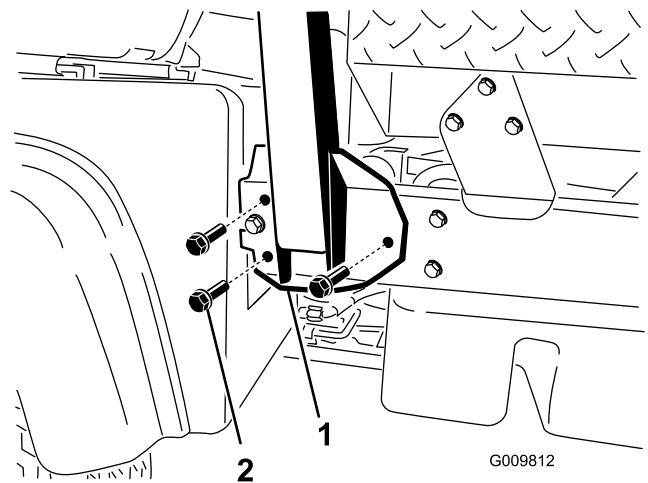

Figura 6
2. Allineate ciascun lato del ROPS con i fori di montaggio su ciascun lato del telaio della macchina (Figura 6).
3. Fissate ciascun lato della staffa di montaggio del ROPS al telaio della macchina con 3 bulloni a testa flangiata (1/2" x 1 1/4") (Figura 6).